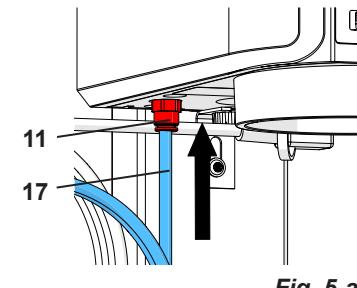

Fig. 5-a
Ved tidligere apparater er indgangsfilteret (12) placeret uden for apparatet (fig. 5-b). Skub i disse tilfælden trykluftslangen (17) ind i indgangsfilteret (12). I den forbindelse skal man kunne mærke en let modstand.